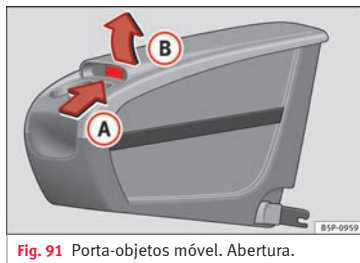

Fig. 91 Porta-objetos móvel. Abertura.
- Levante a tampa (B), pela zona (A)
- » Fig. 91.